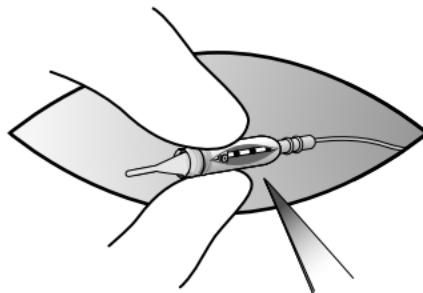

Figura 4. Recisione della guaina del connettore per esporre la vite di arresto.
4. Recidere la guaina del connettore a livello del cappuccio dell'elettrocattetere, in modo da esporre la vite di arresto (Figura 4).